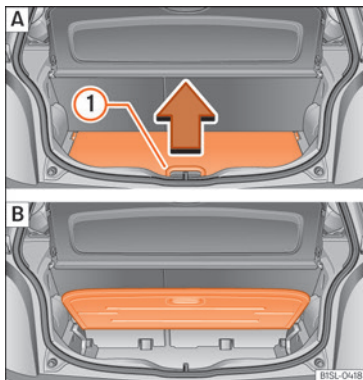

Fig. 96 Variabel bagagerumsbund: **A**) løft af variabel bagagerumsbund; **B**) opklappet variabel bagagerumsbund
- For at løfte bagagerumsbunden skal du løfte grebet »» Fig. 96 **A**) **1** i pilens retning og trække bunden helt op »» Fig. 96 **B**).